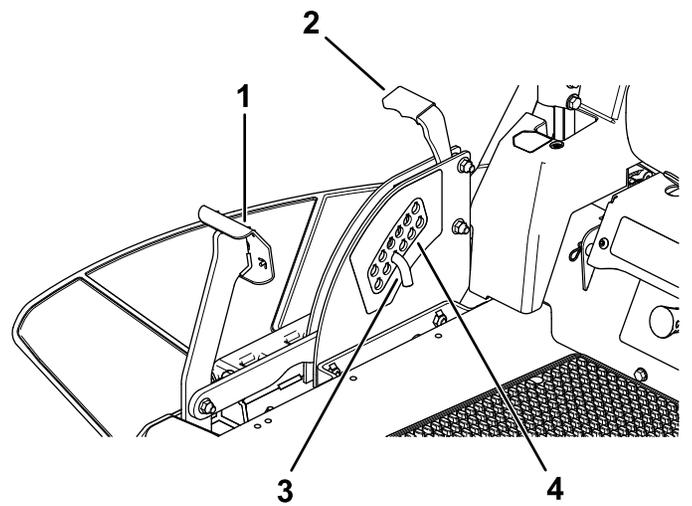

Figure 27
1. Appuyez sur la pédale de levage du tablier avec le pied et élevez le tablier en position de verrouillage de transport (qui est aussi la position de hauteur de coupe de 114 mm [4½ po]), comme montré à la Figure 27.
2. Pour changer la hauteur de coupe, retirez la goupille du support de hauteur de coupe (Figure 27).
3. Insérez la goupille dans le trou du système de hauteur de coupe correspondant à la hauteur de coupe voulue (Figure 27).